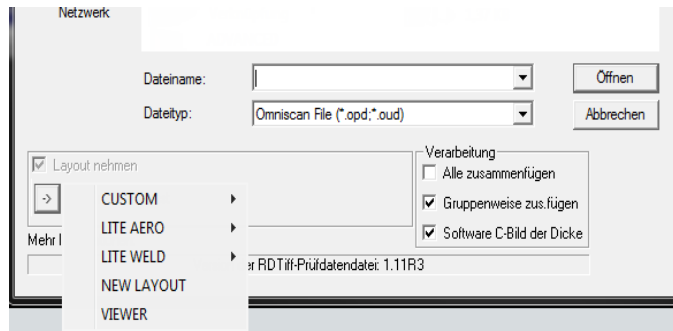

Abbildung 6-3 Liste unter Layout nehmen
2. Wählen Sie das Kontrollkästchen **Layout nehmen** und zur Auswahl des Layouts die Schaltfläche  aus, um eine Layoutvorlage an die umgesetzte Datei anzuwenden. Werden die umgesetzten Dateien mit der Software TomoView geöffnet, werden alle Ansichten, Messwerte und Voreinstellungen richtig eingestellt (siehe Abbildung 6-3 auf Seite 339).